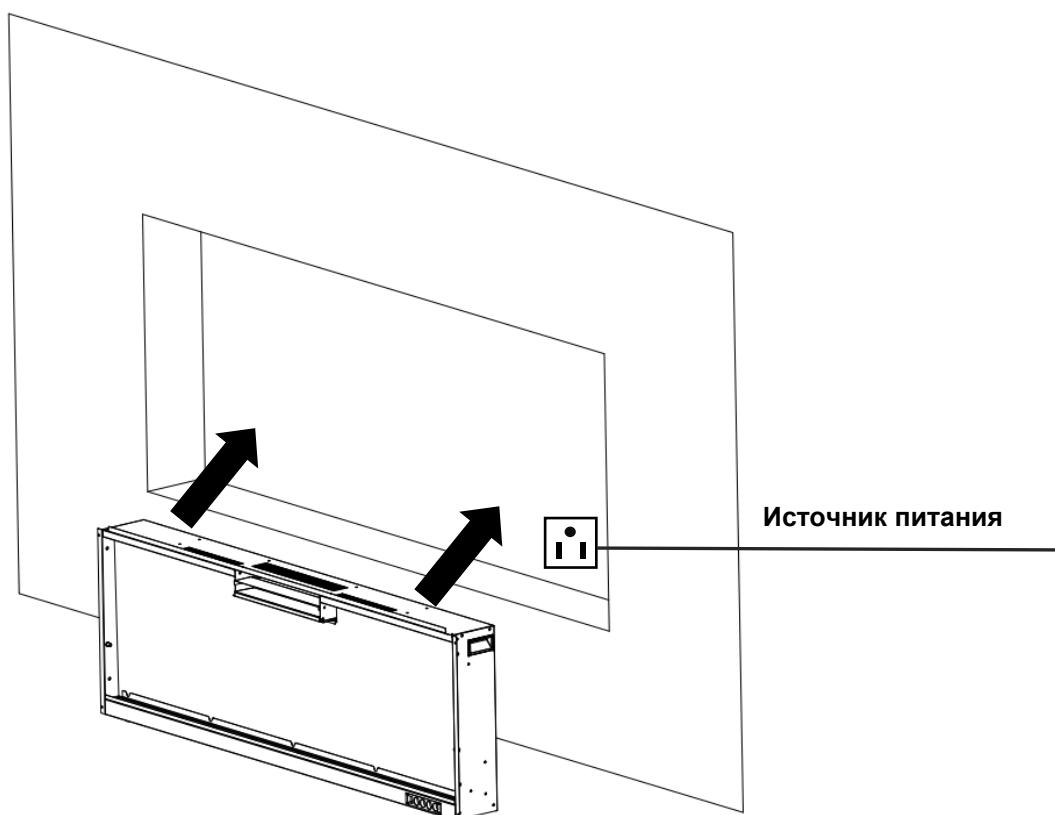

рис. 2-3
D. Попросите двух взрослых людей поднять камин и вставить его в раму/проём, а затем закрепите его, установив 4 шурупа для дерева (**В**) через отверстия (**рис. 2-3, рис 2-4**).